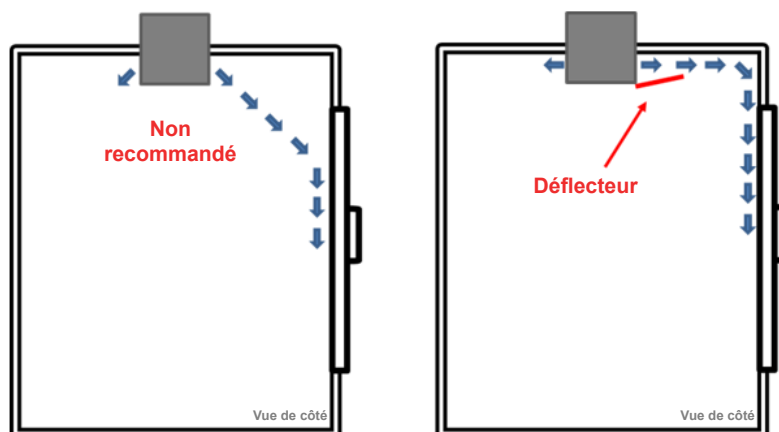

Figure 3 – Vue de la circulation d'air latérale – côté froid – déflecteur recommandé pour les portes vitrées
- Si des portes vitrées sont présentes, il est recommandé d'évacuer l'air au-dessus des portes et non pas directement vers celles-ci. Un déflecteur (non fourni) est recommandé pour diriger l'air au-dessus de la porte. Voir la Figure 3.